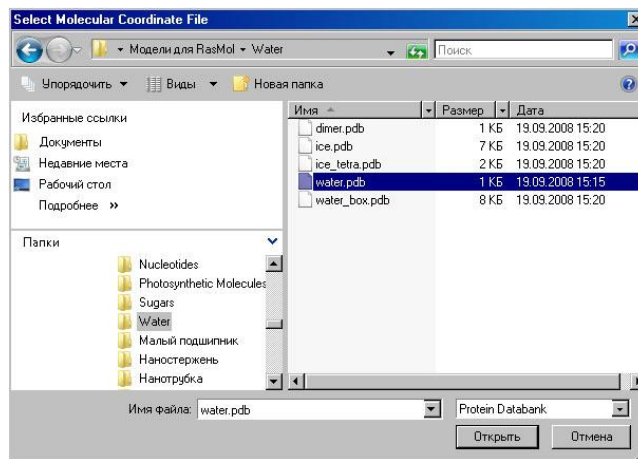

Рис. 3. Окно проводника.
3.3 В открывшемся окне проводника зайдите в папку «Модели для RasMol» → «Water», затем дважды кликните левой кнопкой мыши на файле «water.pdb» (см. рис. 3)